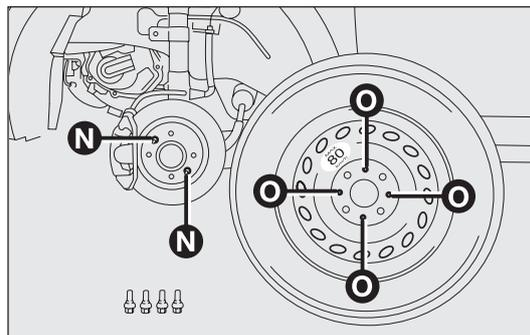

fig. 126
- ❑ monte la rueda de repuesto haciendo coincidir el perno N-fig. 126 con uno de los orificios O presentes en la rueda;